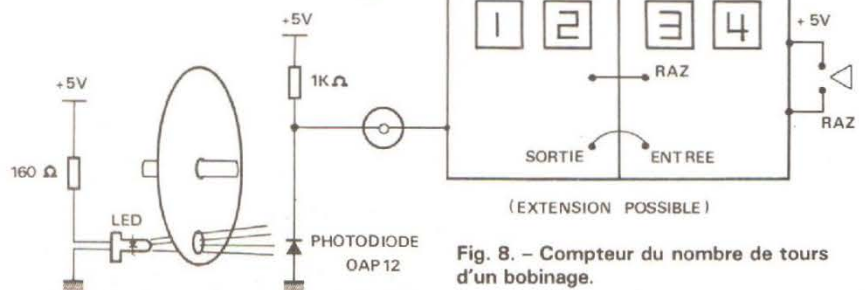

Fig. 8. - Compteur du nombre de tours d'un bobinage.
**\* Compte-tours pour bobines de fil (fig. 8)**